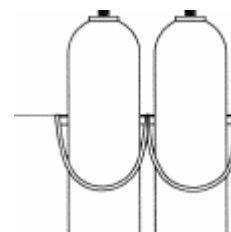

Bild 5: Befestigung Flaschenhalterung
- Flaschenhalterung 5750 7834 bis 38 wie in Bild 5 befestigen und Kettenzuschnitt 5750 0659 mit S-Haken 5750 0657 einhängen.